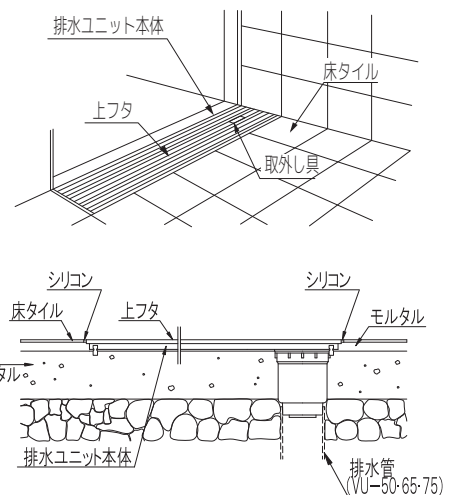

図1
(2) 排水ユニットの取り付け
- ①排水ユニットを仮据えし、床仕上げ面の勾配に揃えてください。
- ②排水管の内面もしくは外面に接着剤を塗布し、排水ユニット（トラップ排水口）を落とし込んでください（図1）。
- ③上フタを排水ユニット本体にセットしてからモルタルで固定、もしくはアンカー材溶接にて固定してください。
(3) 床仕上げ
排水ユニット周囲と仕上げ材の間にある程度のすき間を設けるように床仕上げをおこない、すき間はシリコンでコーキングしてください（図1）。